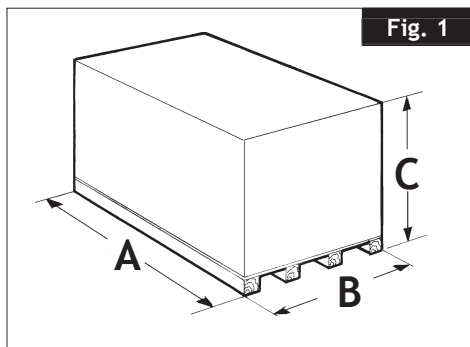

Fig. 1
- Dimensioni dell'imballo: (fig.1)
- Profondità (A).....2400 mm
- Larghezza (B).....2200 mm
- Altezza (C).....1300 mm